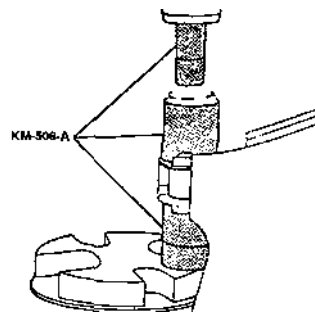

Рис. 5.15.
- смазав многоцелевой смазкой наружную поверхность новой втулки переднего шарнира рычага и посадочное место под нее в рычаге, запрессовать втулку в рычаг с его внутренней стороны при помощи приспособления (например, съемно-монтажного КМ-508-А) (рис. 5.15) и отцентрировать ее;